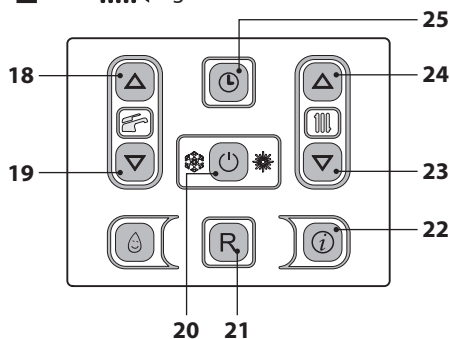

Figura 2.5
Entrare in "modalità programmazione" tenendo premuto per 5 secondi il tasto 25 (Figura 2.5) fino a far apparire sul display il simbolo (L).
Agendo sui tasti 23 (diminuzione) e 24 (aumento) Figura 2.5 è possibile impostare i valori di ora, giorno e data, agendo sui tasti 18 e 19 è possibile passare da un parametro all'altro.
- Tenere premuto per 2 secondi il tasto 20 fino a far apparire sul display entrambe i simboli  e , Figura 2.5.